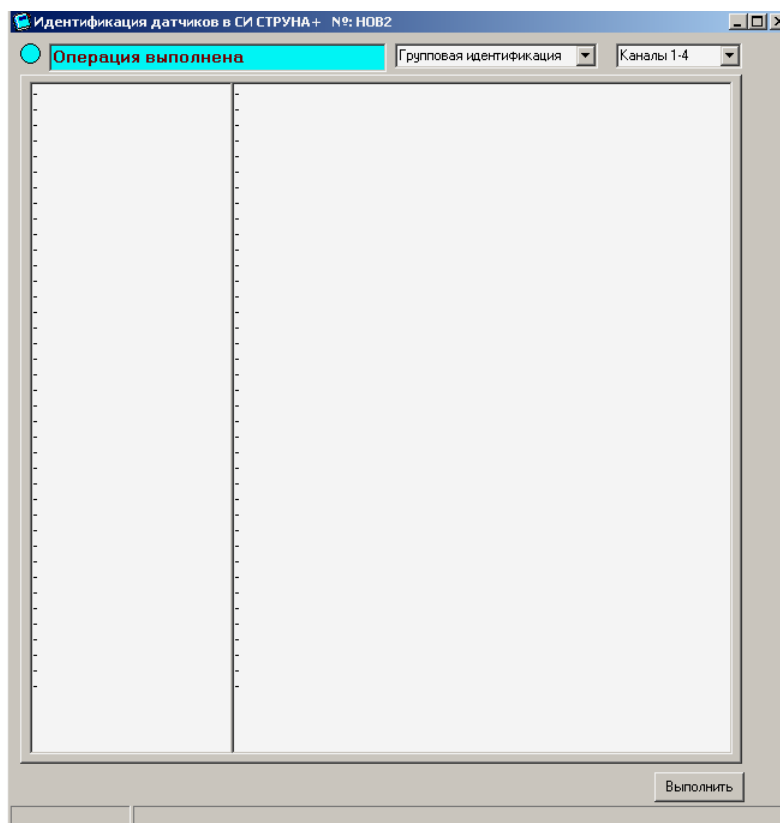
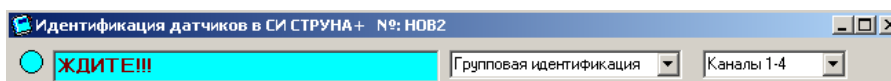
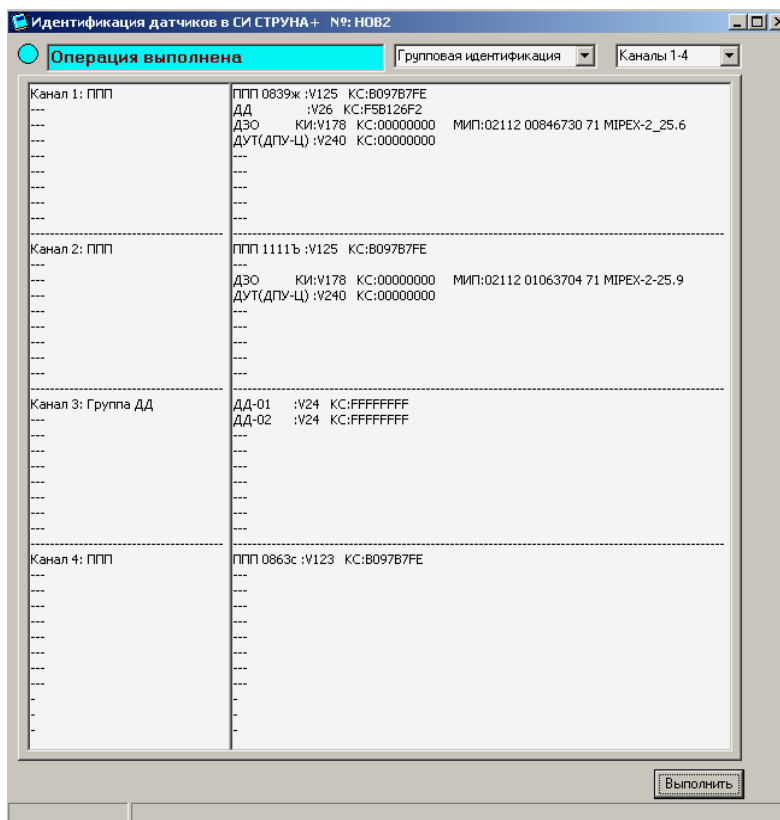
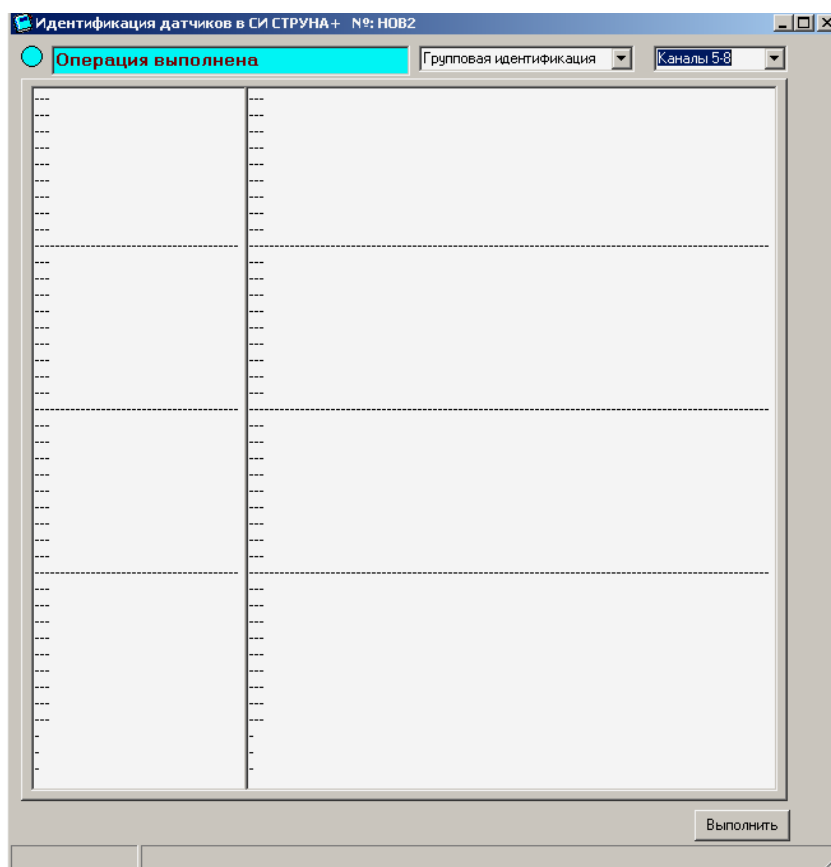

Рисунок 3.3
Рисунок 3.4
Рисунок 3.5
Рисунок 3.6
3.5 В режиме «Групповая идентификация» (рисунок 3.3) выбрать измерительные каналы для идентификации датчиков или нажать на кн. «Выполнить». В результате на табло состояния обмена появится надпись «ЖДИТЕ!!!» (рисунок 3.4). При этом выполняется поиск и идентификация подключенных к выбранным каналам датчиков. Через некоторое время на табло состояния обмена появится надпись «Операция выполнена» и на двух табло ниже табло состояния результат идентификации (рисунок 3.5). Если выбранных каналов нет, то поля табло результата идентификации пустые (рисунок 3.6). Если выбранные измерительные каналы есть, но нет подключенных датчиков, то поля табло результата идентификации в этом случае представлены на рисунке 3.7.